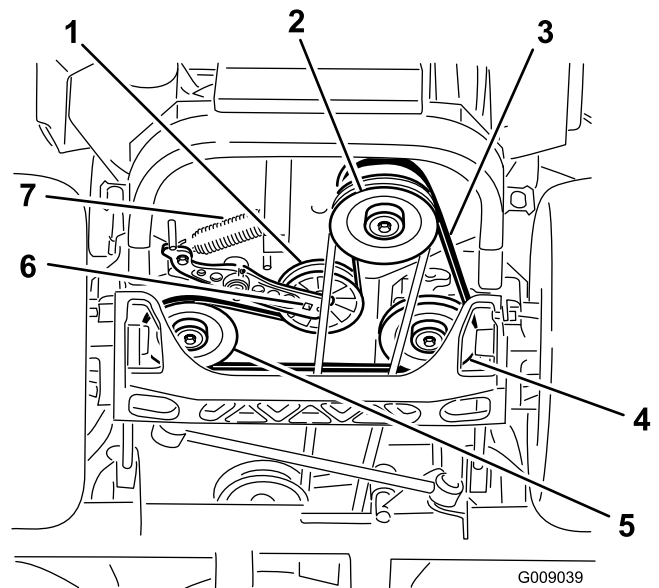

Figura 80
4. Sollevate la macchina e sostenetela su cavalletti (Figura 80).
5. Utilizzate un cricchetto nel foro quadrato del braccio di rinvio per rimuovere la molla del tenditore (Figura 80).
6. Sganciate la molla del tenditore dal telaio (Figura 80).
9. Utilizzate un cricchetto nel foro quadrato del braccio di rinvio per installare la molla del tenditore sul telaio (Figura 80).